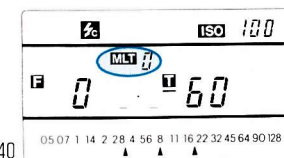

図40
①露出計とフラッシュをシンクロコードで接続し電源スイッチをONします。
②モード切換えスイッチを **MLT** に合せF/T/ EV/MULTIキーを押すと **MLT 0** と表示されます。(図40)